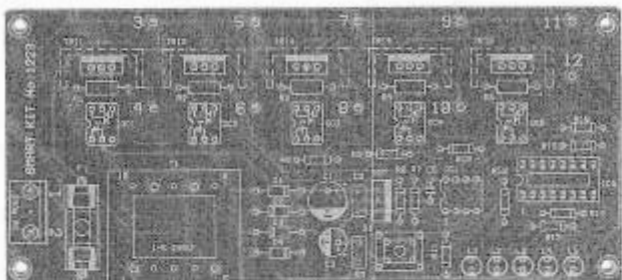

Рис. 4 Монтажная схема
3. Установите все детали согласно рис. 4 в следующей последовательности: сначала малогабаритные, а потом все остальные элементы. Вставьте контроллер в панельку. Перед тем как припаивать симисторы, посадите их на радиаторы – так Вам будет проще рассчитать необходимую высоту установки симисторов. Возможно, придется рассверлить посадочные отверстия печатной платы под держатель предохранителя (до 2мм), т.к.